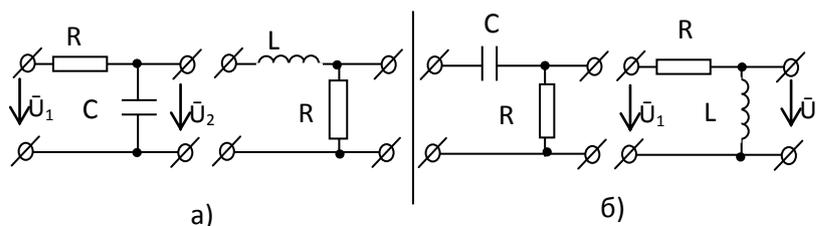

Рис. 1
К простейшим RC -, RL- элементарным звеньям первого порядка относятся схемы, содержащие один реактивный элемент (емкость C или индуктивность L) (рис.1).
На рис. 1 они расположены такими парами как - RC-, LR- и CR-, RL. Каждая пара этих цепей обладает одинаковыми частотными свойствами:
звенья RC-, LR- (рис.1,а) являются реальными интегрирующими звеньями (фильтрами нижних частот - ФНЧ);
звенья CR-, RL- (рис.1,б) являются реальными дифференцирующими звеньями (фильтрами верхних частот - ФВЧ).
Среди передаточных параметров звеньев основным является *комплексный коэффициент передачи по напряжению* $K_U(j\omega)$. Он представляет собой отношение комплексного выходного напряжения \dot{U}_2 – отклика и комплексного входного напряжения \dot{U}_1 – воздействия звена (рис.1):
Рассматриваемые на рис. 1 звенья можно представить обобщенной комплексной схемой замещения в виде Г-образного звена $Z_1 - Z_2$, нагруженного сопротивлением нагрузки Z_H .
Используя выражение (3) для конкретной схемы звена (рис.1), т.е. подставив соответствующие значения Z_1 и Z_2 , можно получить выражения АЧХ и ФЧХ $K(j\omega)$.